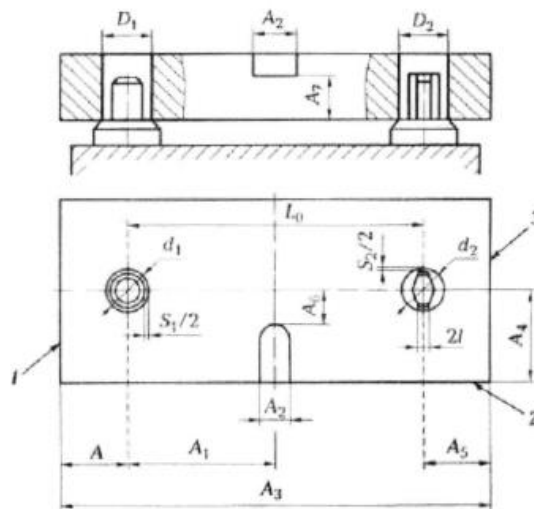

Рисунок 3 - Базирование по цилиндрическому и срезанному пальцам
3. При установке заготовок на плоскость и два отверстия обрабатывают поверхности $A_1, A_2, A_3, A_4, A_5, A_6$ и A_7 (см. рис. 3). Требуется построить схему базирования и определить погрешность базирования для указанных размеров, если известно, что базовые отверстия заготовок D_1 и D_2 выполнены с допуском $T_{D1} = T_{D2} = 0,013$ мм, установочные пальцы d_1 и d_2 с допуском $T_{d1} = T_{d2} = 0,009$ мм, а минимальный зазор в сопряжении базовых отверстий с установочными пальцами $S_{1min} = S_{2min} = 0,007$ мм. Размер между осями базовых отверстий $L_0 = (150 + 0,05)$ мм; $A = A_5 = 130^{+0,15}$ мм.